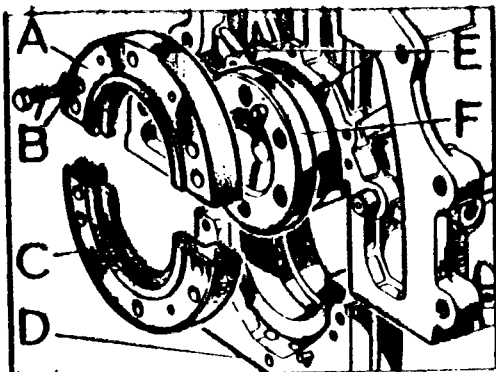

Fig. A3-83B Elementos de fijación del retén del cigueñal
- 1.10. Desmontar la tapa, D (Fig. A3-83B) del cojinete trasero con la mitad del porta-retén, C.
- 1.11. Soltar los tornillos, B (Fig. A3-83B) a través de la comisura que dispone la brida del cigueñal y retirar la mitad, A, del porta-retén cuya posición está determinada por las espigas, E.